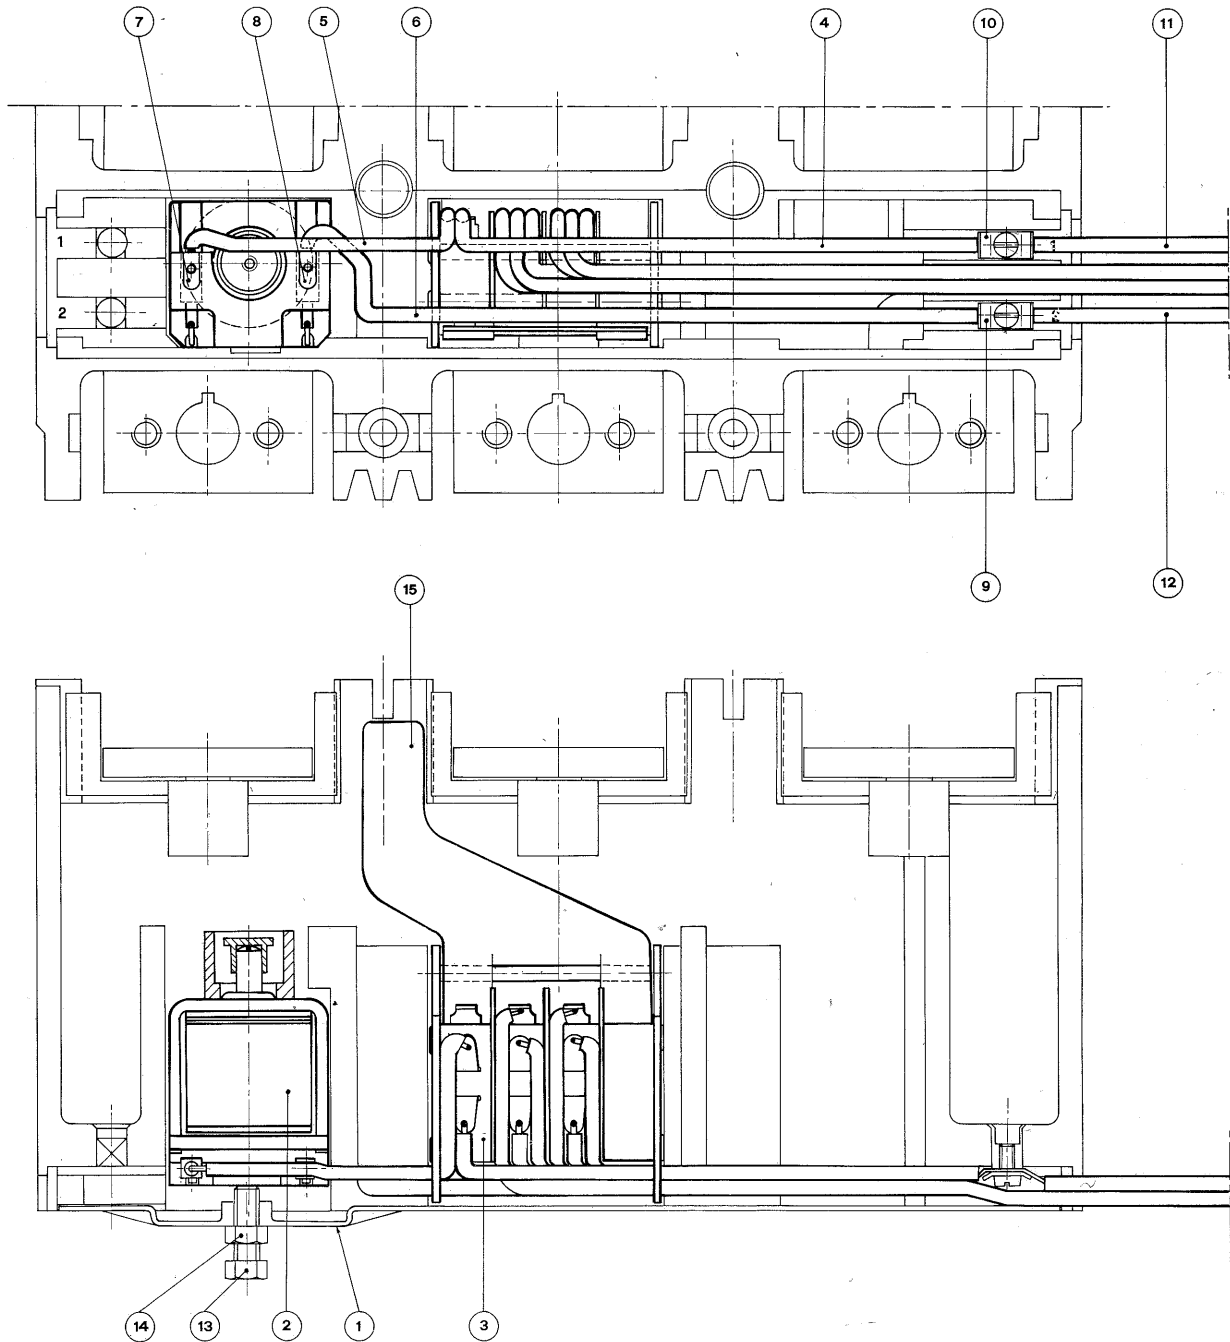

Fig. 14
**8. APPLICAZIONI****8.1. Sganciatore di apertura (fig. 14)**
- b) togliere il coperchio (1)
- c) inserire lo sganciatore di apertura (2) nell'apposita sede posta all'estrema sinistra della scatola; il montaggio deve essere libero e lo sganciatore deve fermarsi contro il coperchio dello sganciatore di massima corrente
- d) inserire il relativo commutatore ausiliario (3) munito dei cavetti (4) e (5) nell'apposita sede centrale della scatola, fino a fermarsi contro quest'ultima
- e) collegare il cavetto (5) al morsetto (7) dello sganciatore di apertura e il cavetto (4) al morsetto (10) della scatola dell'interruttore come in figura
- f) collegare il cavetto (6) al morsetto (8) dello sganciatore di apertura e al morsetto (9) della scatola dell'interruttore
- g) per il collegamento dei cavetti (11) e (12) attenersi al tipo di applicazione prescelta (per cavi liberi o per presaspina - § 8.13.)
- h) applicare il coperchio (1) e, tenendolo premuto contro la scatola, bloccare lo sganciatore di apertura mediante la vite isolante (13) e il controdado (14)
**8. FITTINGS****8.1. Shunt trip (fig. 14)**
- b) remove the cover (1)
- c) thrust the shunt trip (2) into the proper seat on the left of the case : mounting must be possible, the release stops against the over-current release cover
- d) thrust the relevant auxiliary switch (3) with cables (4) and (5) into the proper seat at the center of the case
- e) connect the cable (5) to clamp (7) of shunt trip and the cable (4) to the breaker case clamp (10) as shown on the figure
- f) connect cable (6) to clamp (8) of shunt trip and to the breaker case clamp (9)
- g) connect cables (11) and (12) according to the selected fitting (for free cables or for plug and socket (§ 8.13.))
- h) refit the cover (1) and holding it against the case, adjust the insulating screw (13) with lock nut (14) to contact the shunt trip